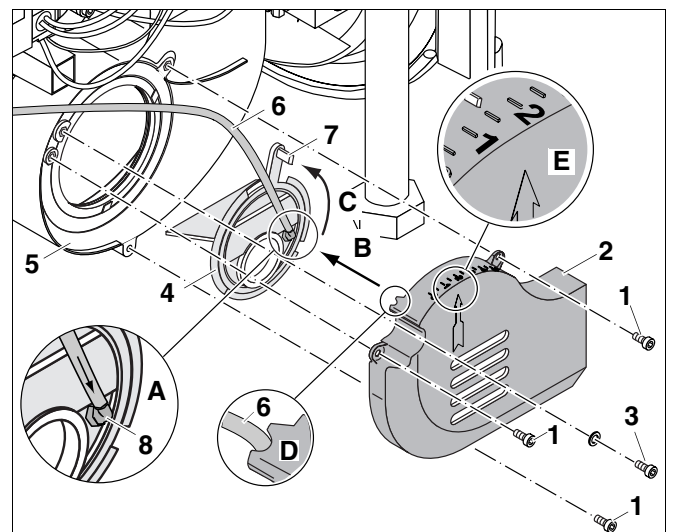
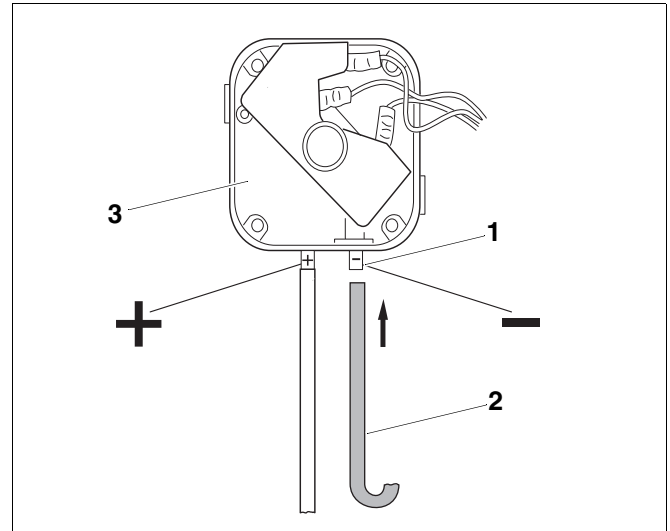

Abb. 3 Schalldämpfer und Ansaugluftführung montieren
Abb. 4 Schlauch an den Differenzdruckwächter anschließen
- Schlauch (Abb. 3, **Pos. 6**) auf den Schlauchanschluss (Abb. 3, **Pos. 8**) an der neuen Ansaugluftführung stecken (Abb. 3, **Pos. A**).
- Neue Ansaugluftführung (Abb. 3, **Pos. 4**) mit Schlauchanschluss in die Führung des Gehäusedeckels (Abb. 3, **Pos. 5**) einsetzen (Abb. 3, **Pos. B**) und gegen den Uhrzeigersinn drehen (Abb. 3, **Pos. C**; ca. bis zur alten Position des Hebels).
- Den neuen Schalldämpfer (Abb. 3, **Pos. 2**) aufsetzen und darauf achten, dass der Schlauch (Abb. 3, **Pos. 6**) in der Aussparung am Schalldämpfer eingelegt ist (Abb. 3, **Pos. D**).
- Neuen Schalldämpfer (Abb. 3, **Pos. 2**) mit den drei Schrauben (Abb. 3, **Pos. 1**) an Gehäusedeckel (Abb. 3, **Pos. 5**) schrauben.
- Den Hebel (Abb. 3, **Pos. 7**) an der Ansaugluftführung (Abb. 3, **Pos. 4**) auf der Skala des Schalldämpfers (Abb. 3, **Pos. 2**) den Wert 1,5 (Abb. 3, **Pos. E**) einstellen.
- Hebel (Abb. 3, **Pos. 7**) der Ansaugluftführung (Abb. 3, **Pos. 4**) mit der Schraube (Abb. 3, **Pos. 3**) sichern.
Kurzbeschreibung der Arbeitsschritte in Abb. 3
- Schlauch (Abb. 4, **Pos. 2**) von der Ansaugluftführung (Abb. 3, **Pos. 4**; Seite 3) an den Minusanschluss (Abb. 4, **Pos. 1**) des Differenzdruckwächters aufstecken.